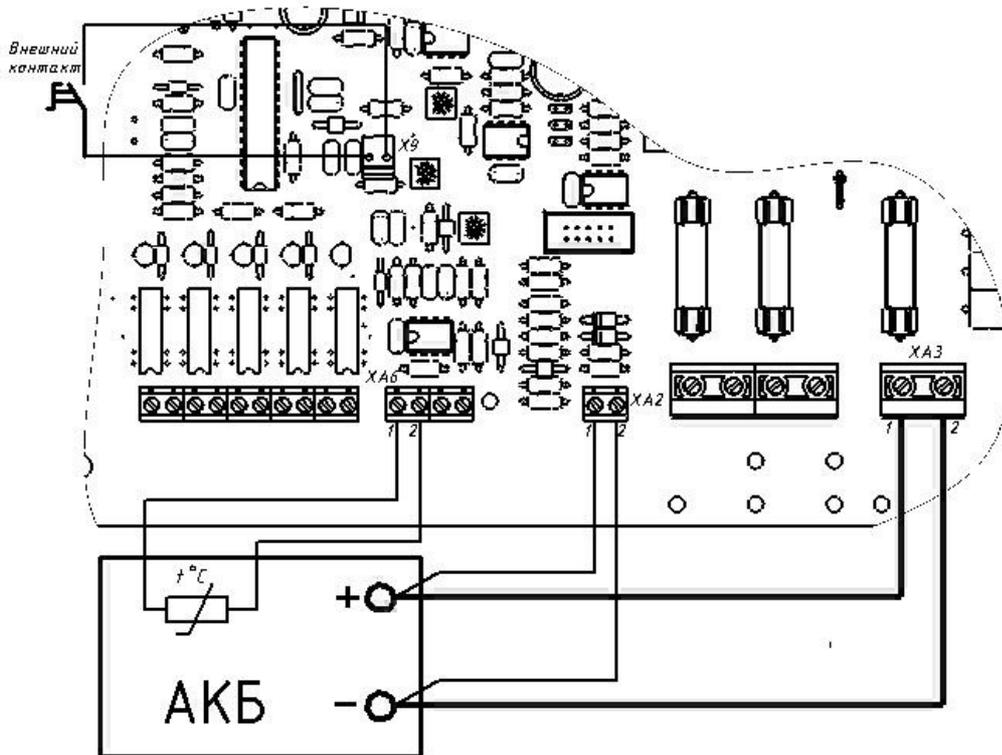

Рисунок 4 – Подключение АКБ, термодатчика и внешнего контакта.
- ♦ При необходимости термокомпенсации напряжения заряда АКБ подключите термодатчик к соответствующим контактам колодки ХА6 «Термодатчик». Чувствительный элемент термодатчика закрепите на корпусе АКБ с помощью липкой ленты. Для корректной работы термодатчика необходимо обеспечить плотное прилегание чувствительного элемента датчика к поверхности корпуса батареи (см. рисунок 4).
- ♦ При необходимости, удалите перемычку-заглушку на разъеме Х9 и на ее место подключите внешний контакт включения/отключения выхода SA1 (см. рисунок 4).
- ♦ Подключите, **соблюдая полярность**, АКБ номинальным напряжением 12В к источнику (см. рисунок 4):